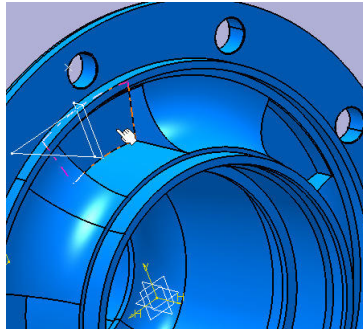

Abbildung 85
- Da Sie ablaufbedingt die Zentrierung_Planetensatz zum Hauptkörper hinzugefügt haben, nachdem Sie Entfernen_Innenseite vom Hauptkörper entfernt haben ist der vormals erreichte Ausschnitt nun wieder verschlossen (Siehe Abbildung 85).